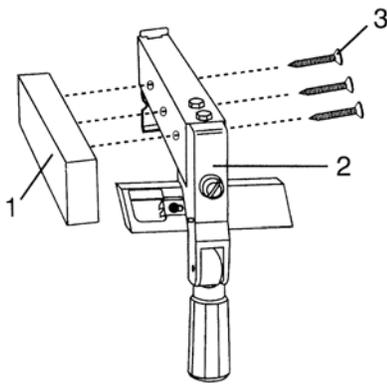

Fig. 33
Cuando realice cortes especiales coloque una cara de madera (1) a cualquier lado de la valla (2) como sigue (Fig. 33):
2. Añada la cara de madera a la valla usando tres tornillos (3) de madera insertados a través de los orificios de la valla.